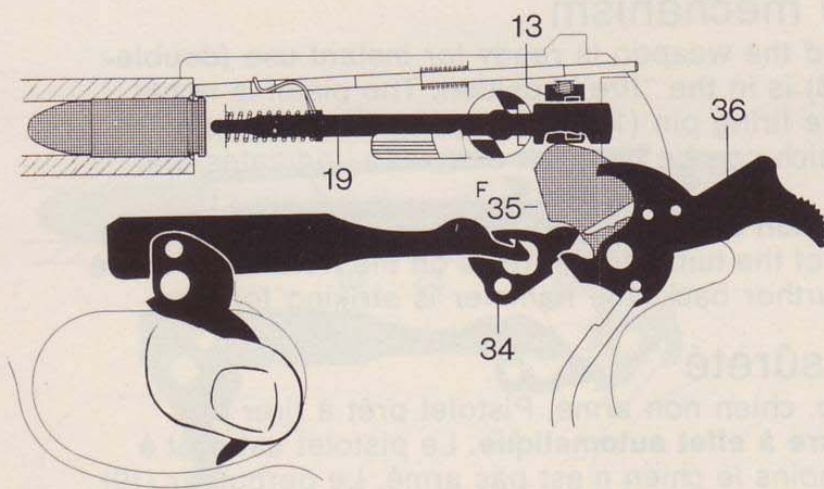

Abb.20
- Fig. 20 Pistolet chargé, levier de sûreté sur position feu, chien armé.